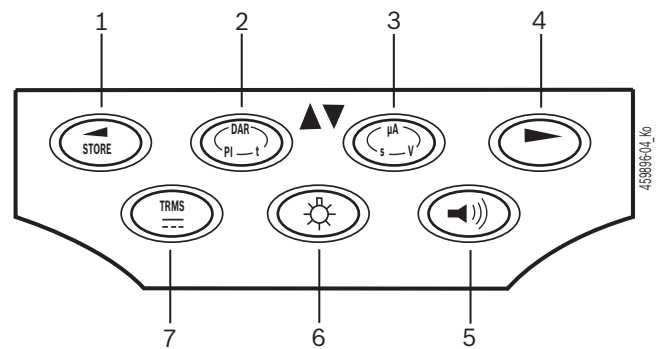

Fig. 3: Funksjonstaster FSA 050
Bakgrunnsbelysningen (fig. 3, pos. 6) i LCD-displayet kan velges når FSA 050 er slått på. Bakgrunnsbelysningen slår seg av automatisk etter 20 sekunder.
Summeren (fig. 3, pos. 5) kan slås på for å måle gjennomgangen. Symbolet vises i LCD-displayet (fig. 5, pos. 4).
Ved en Bluetooth-kommunikasjon vises **BT** i LCD-displayet i ca. ett sekund etter å ha trykket valgtasten ► (fig. 3, pos. 4) (fig. 5, pos. 2).